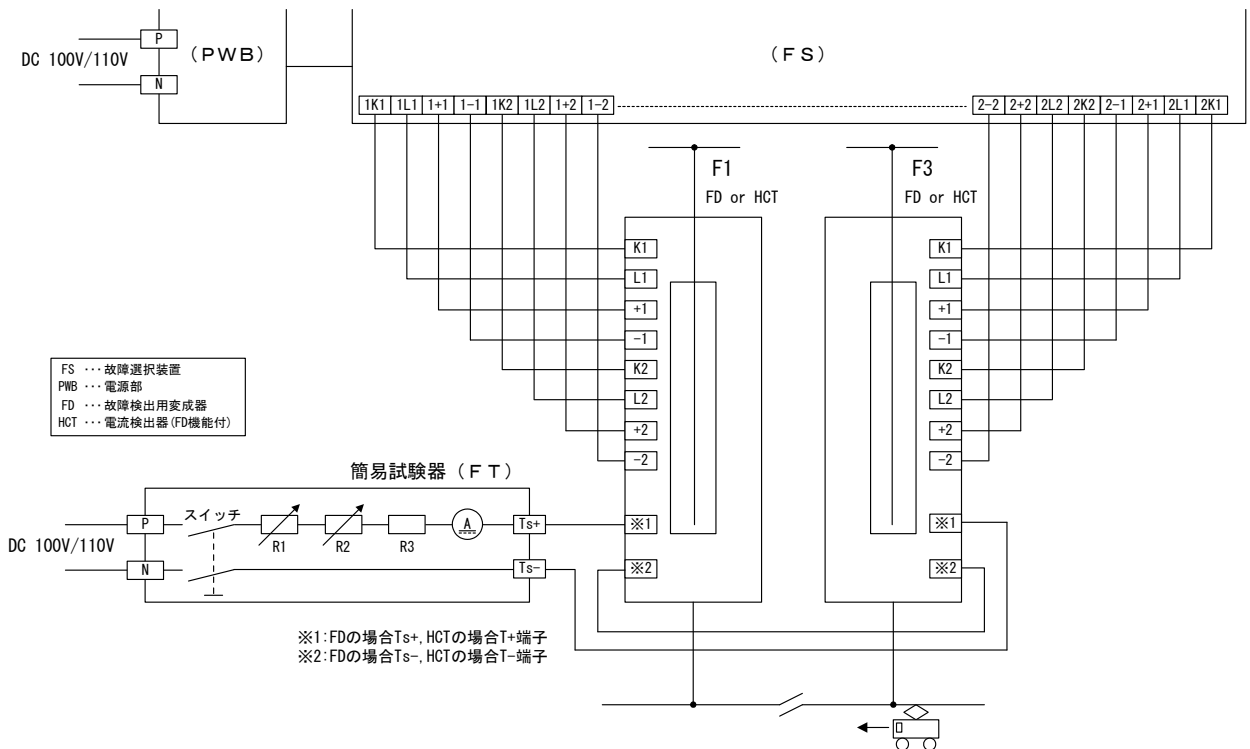

図 33. セクション補償試験回路
- ② 簡易試験器 (FT) のスイッチを投入し、可変抵抗器 R1, R2 を操作して試験コイルに流す電流を 2.2A (一次電流約 2200A に相当) に調整して下さい。
- ③ 2.2A の電流を約 2 秒間通電後にスイッチを切り、そのとき装置が動作しないことを確認して下さい。装置の回生失効時の不要動作防止機能が正常な場合、装置は動作しません。
- ① 図 33 のように装置を接続して下さい (セクション補償用 FD または HCT の試験端子の極性を逆に接続することに注意)
- ② 「a. の等価試験の試験方法」に準じて動作試験を行って下さい。この場合の動作値は、a. の試験結果の約 2 倍の電流値であれば装置は正常です。なおセクション補償率は、次の計算によって求めます。